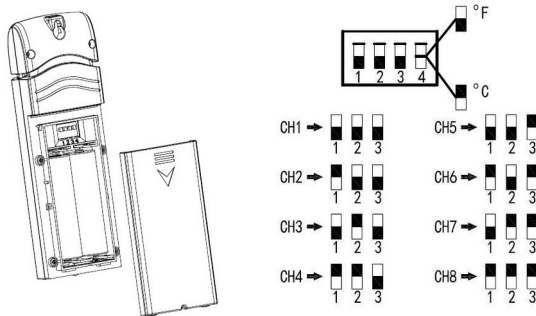

Рис. 2, 3. Батарейний відсік; DIP-перемикачі каналів (перемикач 4 — °F угору / °C униз)
1. Зсуньте кришку батарейного відсіку на задній стінці датчика донизу (рис. 2).